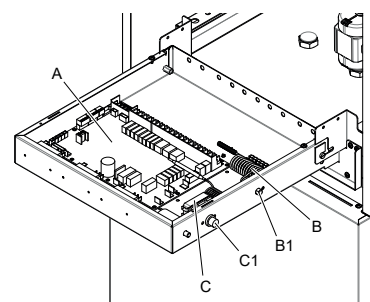

fig. 12 - vista interior del cuadro eléctrico
- A** Tarjeta hidráulica electrónica (fig. 12)
B Protección térmica de seguridad para resistencia eléctrica monofásica con botón de rearme manual (det. B1 fig. 12)
C Protección térmica de seguridad para resistencia eléctrica trifásica con botón de rearme manual (det. C1 fig. 12)